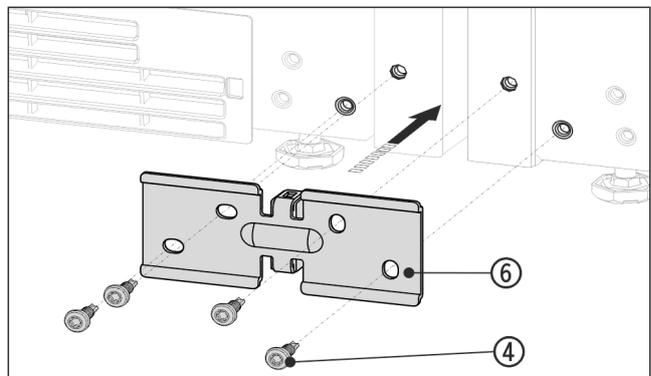

Fig. 15 例图
- ▶ 使用间隔垫片将角 Fig. 15 (6) 推入设备之间, 并使用四颗螺栓 Fig. 15 (4) 旋松。